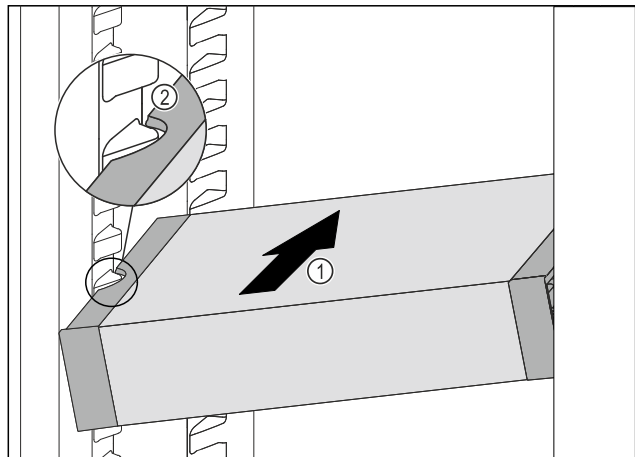

Fig. 136
- ▶ Вдвигайте VarioSafe под наклоном в холодильное отделение Fig. 136 (1), пока боковые выемки Fig. 136 (2) VarioSafe не окажутся на высоте выступа резервуара в холодильном отделении.